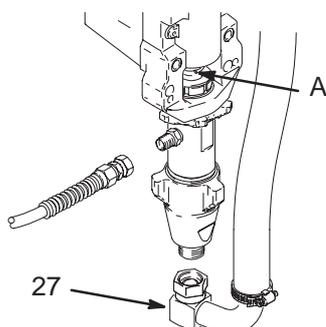

Fig. 16
1. Fig. 16. Lave la bomba.
3. Haga funcionar la bomba con el vástago del pistón (A) en su posición más baja.
4. Retire la manguera de aspiración/drenaje (27).